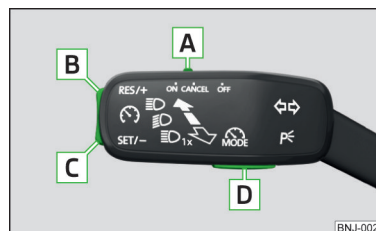

Fig. 218 Elementos de manejo del regulador de velocidad
Vista general del sistema regulador de la velocidad del GRA » fig. 218
- Presionando la tecla **D** » fig. 218.
- Al pulsar la tecla **D** » fig. 218 durante la regulación, se cancelará y se activará el dispositivo de limitación de velocidad.